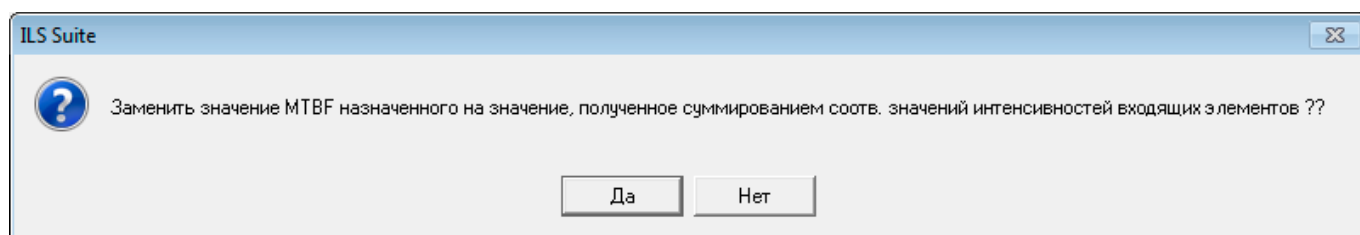

Рис. 10-116 – Диалоговое окно для подтверждения замены параметра надежности выбранного компонента
- 3) Нажать кнопку «Расчитать» на панели «Действия» и выбрать нужную команду из раскрывающегося списка (рис. 10-116).